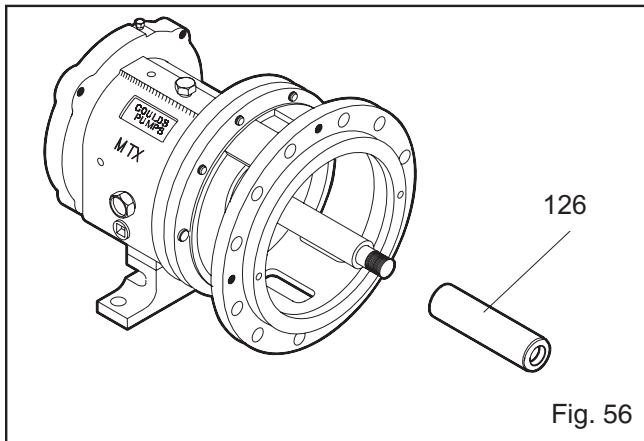

Fig. 56
4. Remove shaft sleeve (126) (Fig. 56).